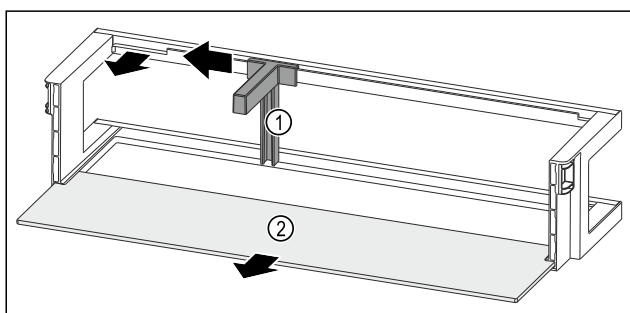

Fig. 163 Rafti i derës me mbajtëse për shishe dhe raft mbajtës
- Shtyni mbajtësen e shisheve Fig. 163 (1) anash deri te foleja.
- Hiqni mbajtësen e shisheve Fig. 163 (1).
- Hiqni raftin mbajtës Fig. 163 (2).